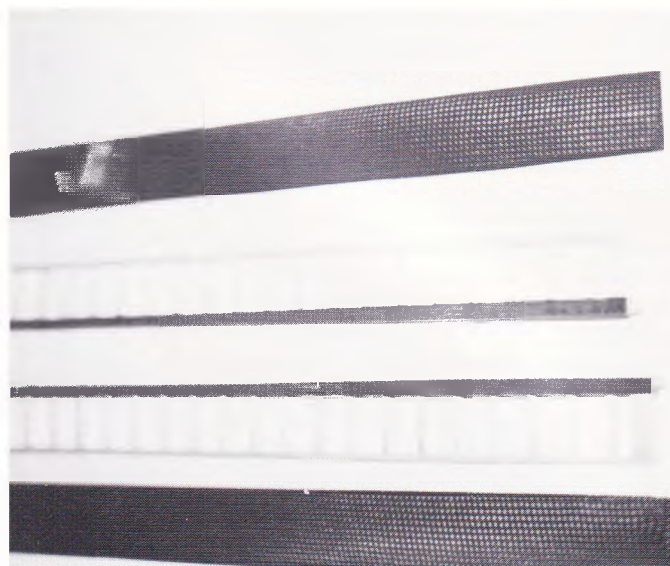

Fig. 4. (Til højre)
4. Hovedbjælken samles med forkant og de forreste ribber på byggebrættet. Fig. 4.